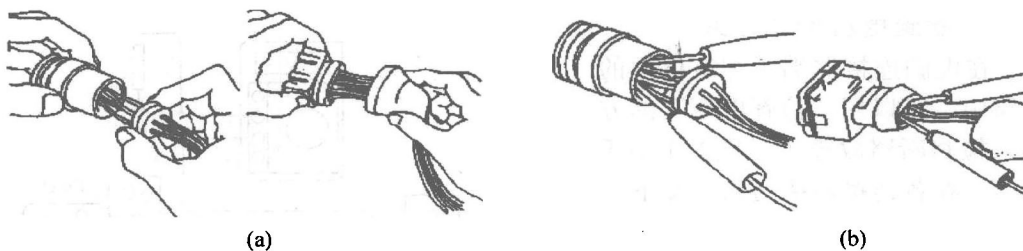

图2-1-5 检查防水型连接器
4) 在用万用电表检查防水型连接器时，应小心取下皮套 [如图2-1-5（a）所示]，用测试表笔插入连接器检查时不可对端子用力过大 [如图2-1-5（b）所示]。检测时，测试表笔可以从带有配线的后端插入 [如图2-1-6（a）所示]，也可以从没有配线的前端插入 [如图2-1-6（b）所示]。